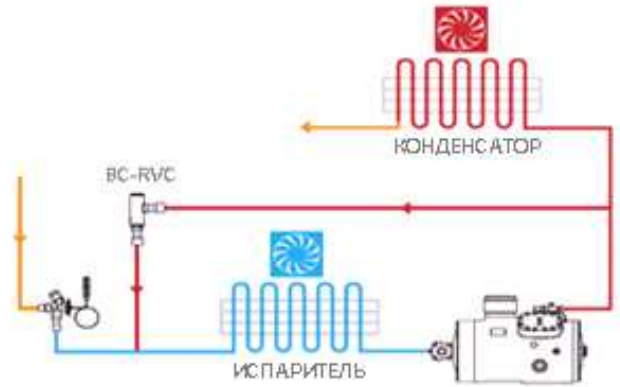

Рис. 2 Регулятор также может быть установлен как байпасный клапан между нагнетанием компрессора и всасывающей линией после ТРВ, перед испарителем.
- на входе в испаритель (рис.2);